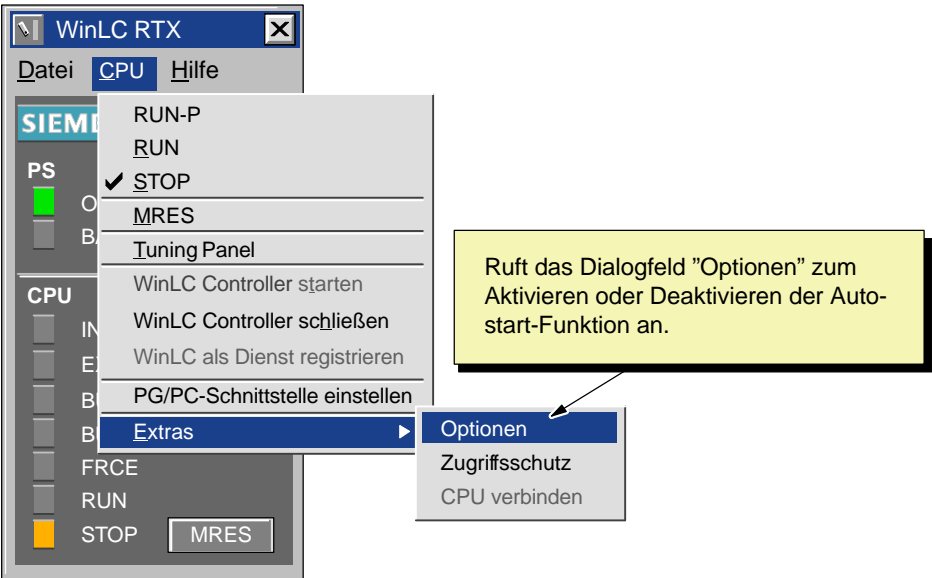

Bild 4-15 Aufrufen des Dialogfelds "Optionen"
- 1. Wählen Sie wie in Bild 4-15 gezeigt den Menübefehl **CPU > Extras > Optionen**, um das Dialogfeld "Optionen" aufzublenden.